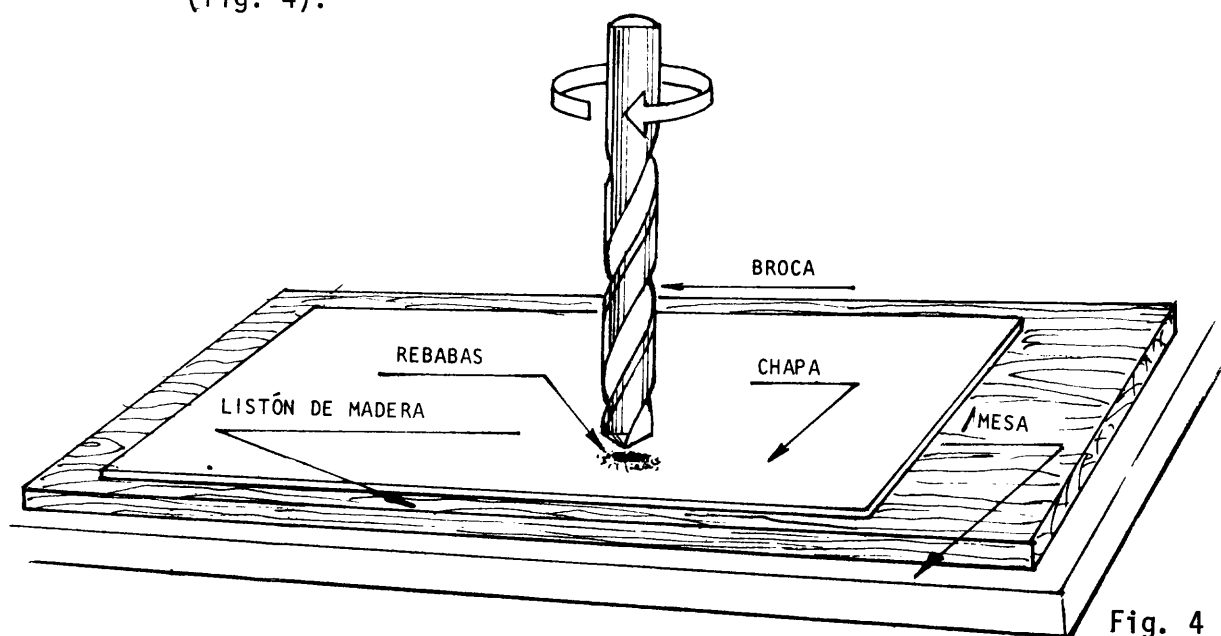

Fig. 4
- ___ d Haga avanzar la broca poco a poco hasta que la punta comience a desbastar el metal y continúe hasta haber eliminado la rebaba (fig. 4).